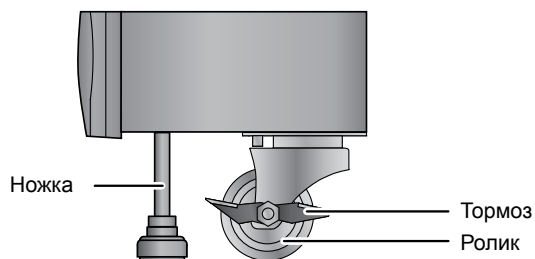

Рис. 5-1. Ролик, тормоз и регулируемая по высоте ножка
- После перемещения ИБП на место установки следует зафиксировать положение устройства тормозами (см. *рис. 5-1*), после чего повернуть четыре ножки по часовой стрелке для установки их в рабочее положение.